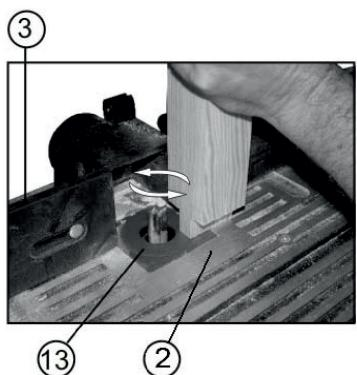

Рис. 10
При использовании фрезы диаметром менее 45 мм устанавливайте понижающее кольцо (13), Рис.10. Это необходимо для того, чтобы предельно уменьшить зазор между фрезой и опорной плитой.
## Фрезерование шипов (Рис. 10)
Удерживайте обеими руками заготовку и прижимая ее к направляющей (3) и опорной плите (2), Рис.10, плавно перемещайте заготовку к фрезе.